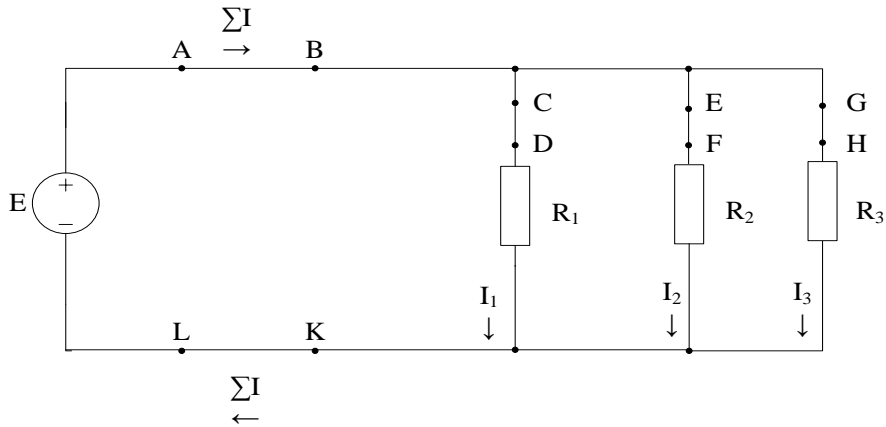

Рис.4 Электрическая цепь с параллельно соединенными элементами
- Собрать электрическую цепь, согласно схеме рис.4 и подать напряжение от 10-15 В на ее вход;